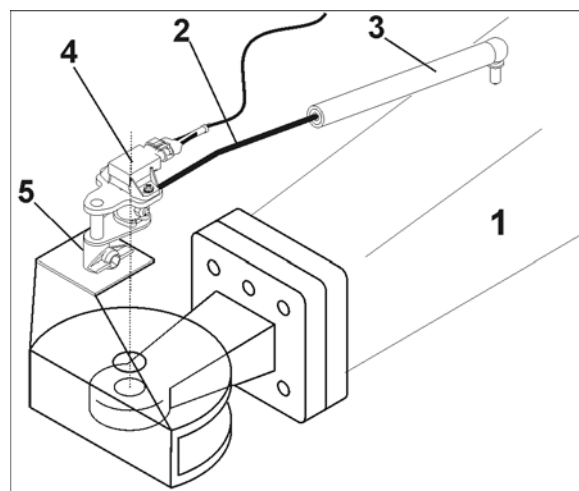

Fig. 42
- **Proțapul cu gură de cuplare (Fig. 42)**